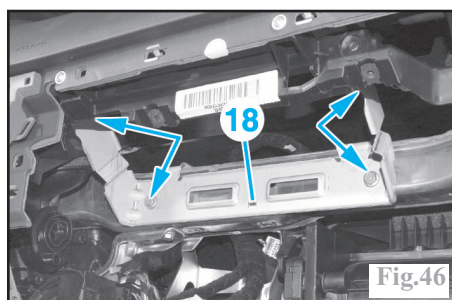

Fig.46
Déposer le renfort (18) du support d'airbag passager (Fig.46).